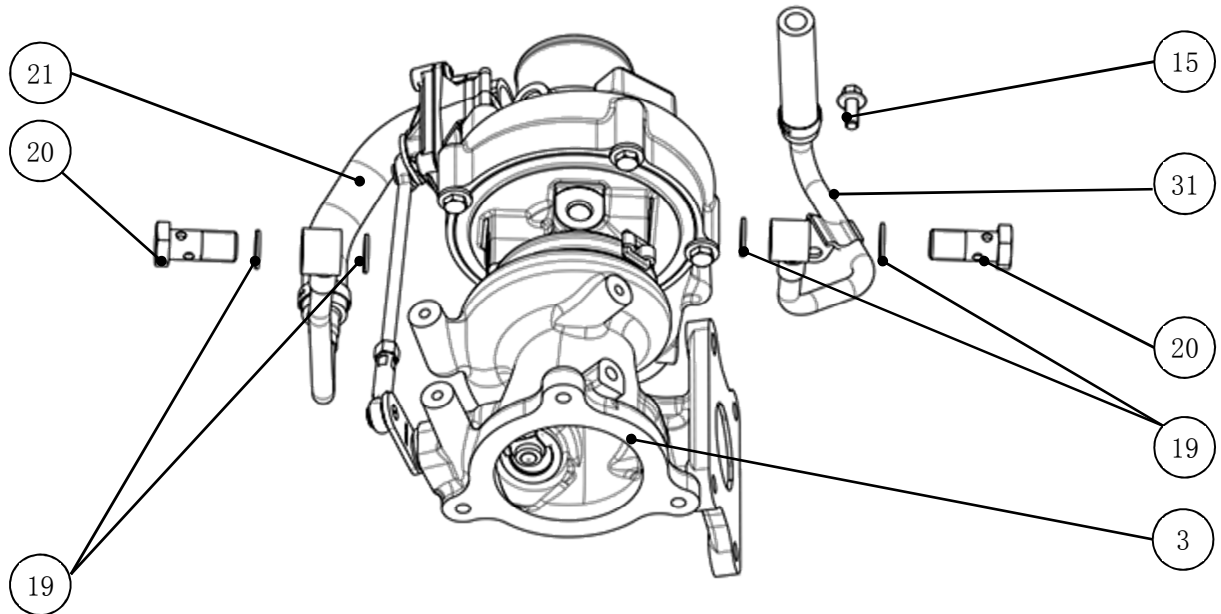

图 F-4 增压器进水管总成、出水管总成安装
- 在工装台上固定好涡轮增压器③，拆下涡轮增压器③中间体进出水孔堵头；
- 拆下出水管总成-增压器⑩球头端的防护套，注意软管端防护套不拆除；取一颗空心螺栓⑪，套上一个铜垫圈⑫，按图 F-4 所示方向插入出水管总成-增压器⑩的球形接头中，在空心螺栓⑪上再套上一个密封垫圈⑬，然后把空心螺栓⑪拧入涡轮增压器③对应出水口螺纹孔，至少拧入 3 个牙，不拧紧；
- 取一颗六角法兰面螺栓_M6x12⑭套入出水管总成支架的孔中，拧入增压器总成⑩压壳凸台的螺纹孔，至少拧入 3 个牙，不拧紧；
- 按技术参数表要求拧紧空心螺栓⑪，再拧紧六角法兰面螺栓_M6x12⑭。
b、取一颗空心螺栓⑪，套上一个铜垫圈⑫，按图 F-4 所示方向插入进水管总成-增压器⑩的球形接头中，在空心螺栓⑪上再套上一个铜垫圈⑫，然后把空心螺栓⑪拧入涡轮增压器⑬对应螺纹孔，至少拧入 3 个牙，不拧紧。